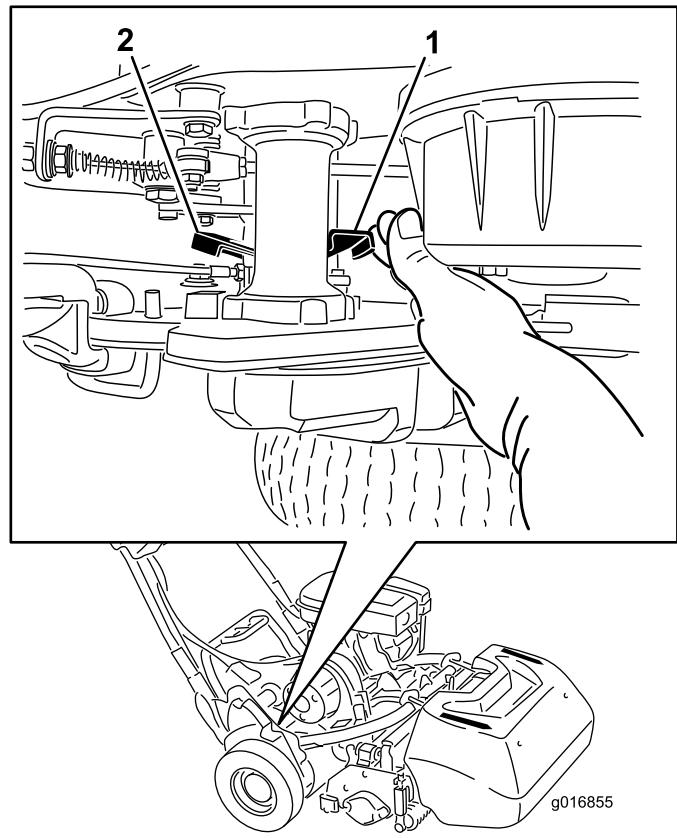

Bild 28
1. Rechts hinten an der Maschine neben der Antriebsgehäusetrommel befindet sich der Hebel zum Ein-/Auskuppeln des Fahrantriebs (Bild 28).